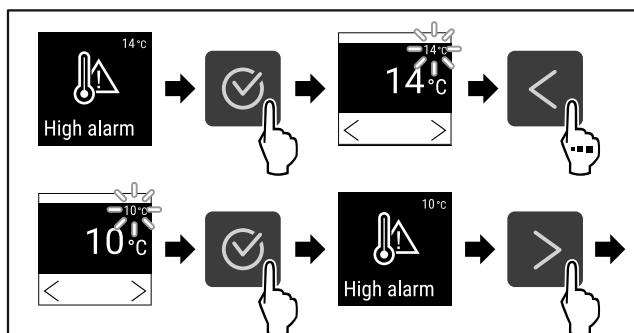

Fig. 127
- Følg anvisningene (se Fig. 127) .